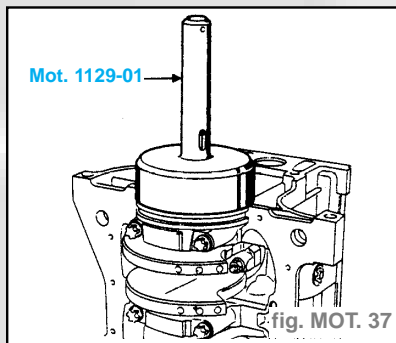

fig. MOT. 37
- Utiliser le **Mot. 1129-01** pour le joint côté volant-moteur (fig. MOT. 37).